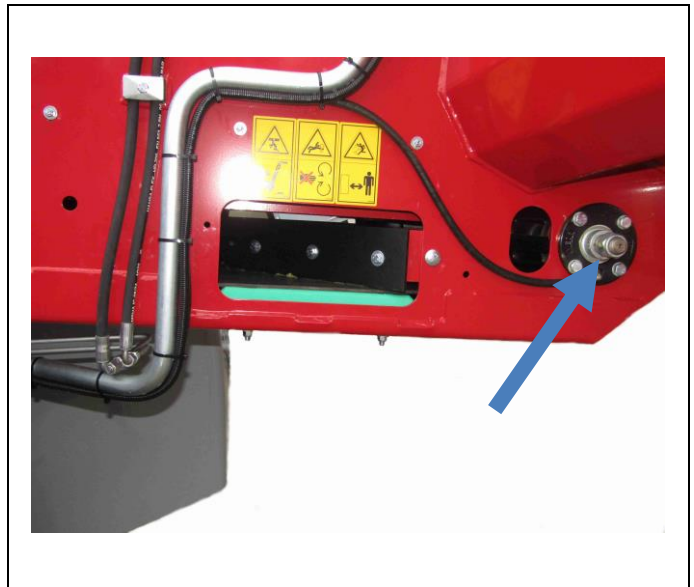

Abb. 9-75
- Um das Lagerspiel zu prüfen, wird die Welle der Umlenkrolle am Lagergehäuse mit einem Montierhebel entlastet. (Abb. 9-75)